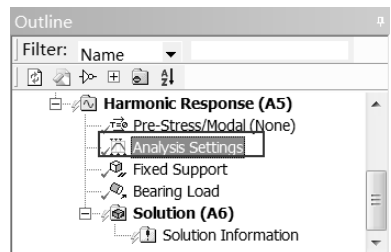
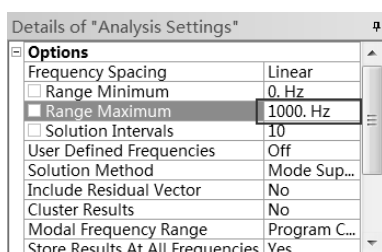

图 7-77 选择分析设置
图 7-78 输入最大频率
Step6 :选择 Outline 栏的 Analysis Settings 选项 ,如图 7-77 所示。此时会出现 Details of “ Analysis Settings ” 栏 ,在 Range Maximum 栏中输入 1000 ,如图 7-78 所示。